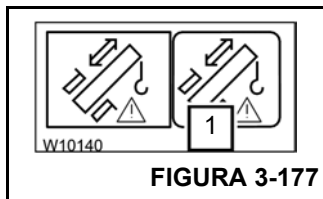

FIGURA 3-177
Após a entrada correta, o símbolo (1) (Figura 3-177) é exibido, e o Programa de emergência da ação telescópica é iniciado.